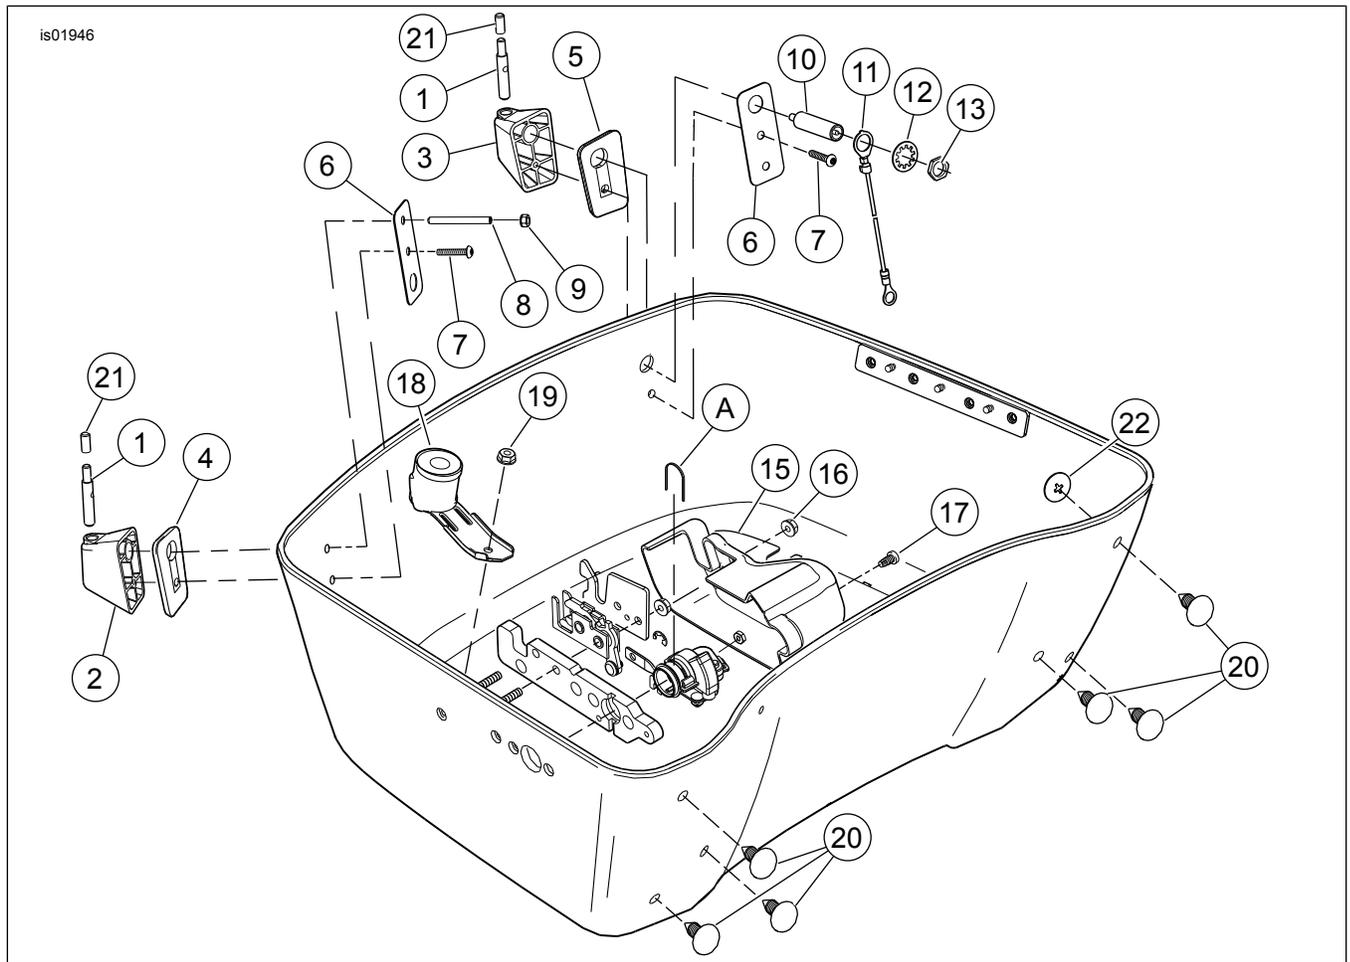

Figura 6. Peças de reposição para o kit de instalação da Tour-Pak (inferior)
13. Veja a Figura 6. Instale seis tampões (20) nos seis furos no lado dianteiro da Tour-Pak, como mostrado, e, em seguida, instale seis arruelas de retenção (22) sobre as extremidades dos tampões.